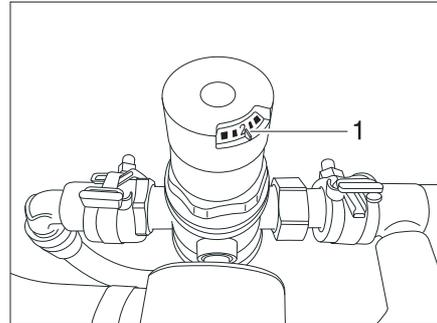

Bild 190 Druckminderer-Einstellung
- Druckminderer-Einstellung von 2 bar (Ausstattung Boiler) bzw. 3 bar (Ausstattung Durchlauferhitzer) (Bild 190,1) kontrollieren.